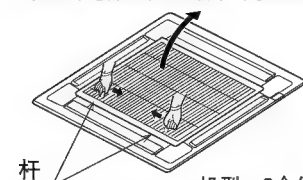

图1 机型：2个位置
(1) 从装饰面板上卸上进风栅
- ① 将进风栅上的杆向里推，然后提起杆的一侧（参阅图1）。